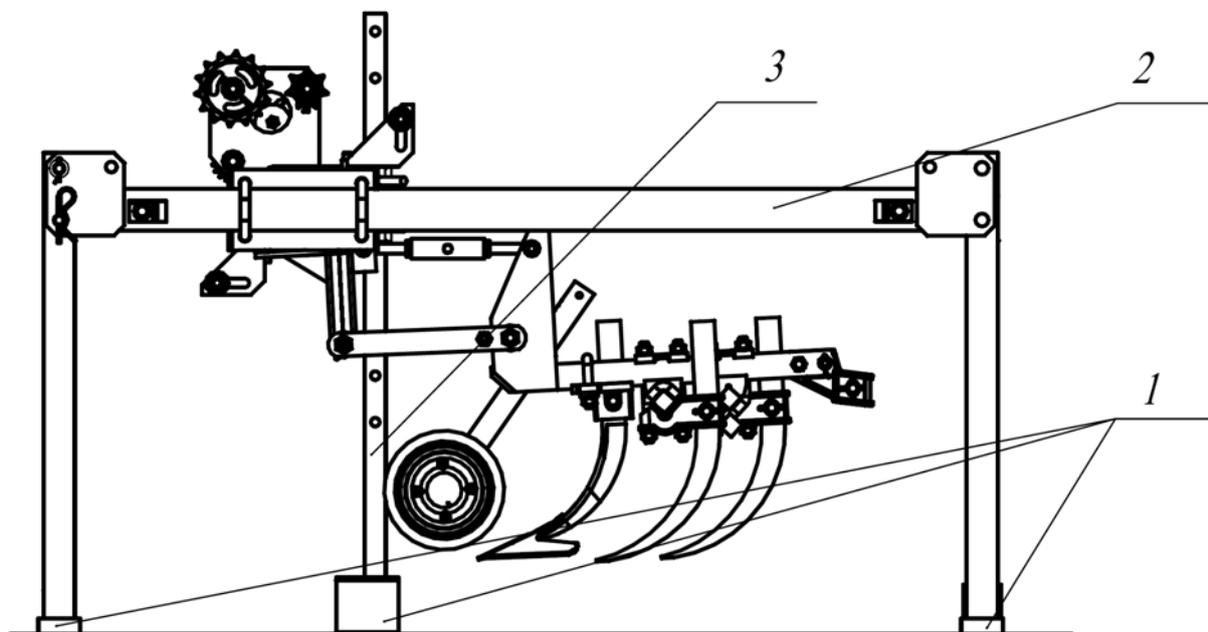

Рис.17 Установка культиватора на хранение
- рабочие органы не должны касаться земли (рис.17).